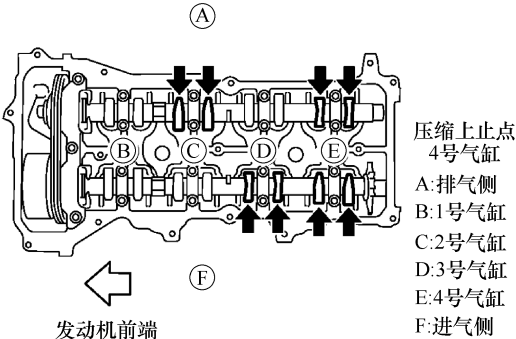

图 3-85 测量气门间隙
- b. 参照图 3-85，用塞尺测量表 3-6 [图 3-85 中黑色箭头(←)所示位置] 所示“×”标记处的气门间隙。